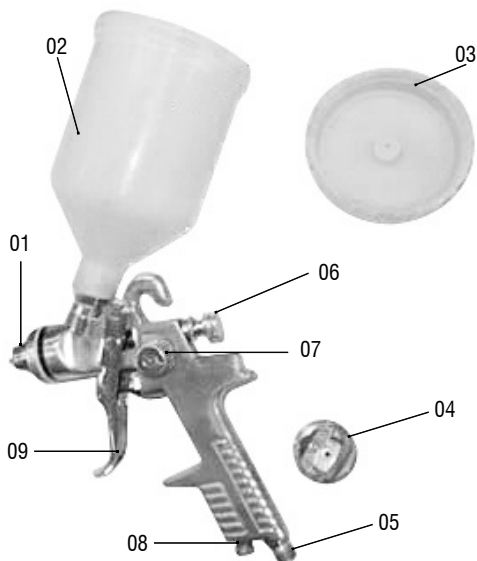

Fig. 2 – Componentes
- 3 - Coloque el producto en el envase (2) y coloque la tapa (3) tomando cuidado para que quede bien sellada, permitiendo un perfecto sellado;
- 4 - Coloque la tapa de aire (4) en el pico (1) apropiadamente apriételo (se recomienda observar la correcta colocación del anillo de fijación), pues el mismo posee rosca y la colocación indebida puede provocar daños a la pistola y la pérdida al derecho de garantía);
- 5 - Conecte la entrada de aire (5) de la pistola de pintura en la red de aire comprimido, observando la presión máxima recomendada de 50 lbf/pul² y entonces inicie la pulverización apretando el gatillo (9);
- 6 - Para aumentar la cantidad de pulverización gire el tornillo de regulación de fluido (6) en sentido anti horario, y para disminuir gire en sentido horario;
- 7 - Para regulación del abanico gire el tornillo de regulación (7);
- 8 - Para aumentar la presión de lo aire gire el tornillo de regulación de aire (8) para la posición anti horaria y para disminuir gire para posición horaria;
- 9 - Durante la pintura, la pistola debe estar siempre perpendicular a la superficie a ser pintada. La distancia entre la pistola y la superficie debe ser constante, entre 15 cm y 20 cm, y el movimiento de vaivén debe ser rectilíneo y nunca en forma de arco, de acuerdo a la Fig. 2.